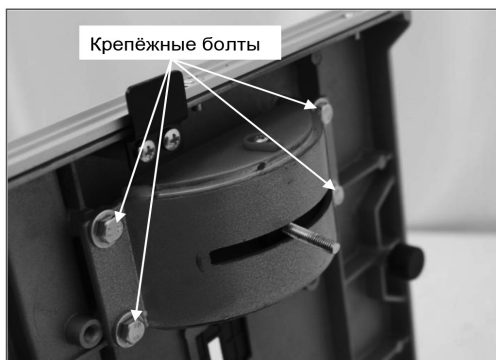

Рис. 20
- Если расстояние не одинаковое, ослабьте четыре крепежных болта, удерживающих нижнюю опору стола и отрегулируйте положение стола, чтобы расстояние от линейки до края стола стало одинаковым (рис. 20).